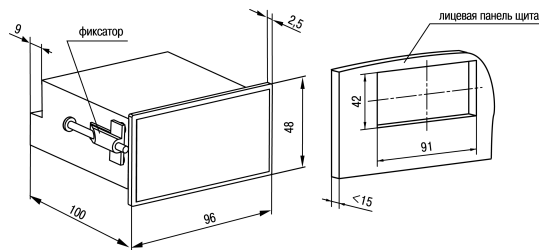

Рисунок 4.9 – Габаритные размеры корпуса Щ2
1. Подготовить на щите управления место для установки прибора (см. рисунок 4.9).